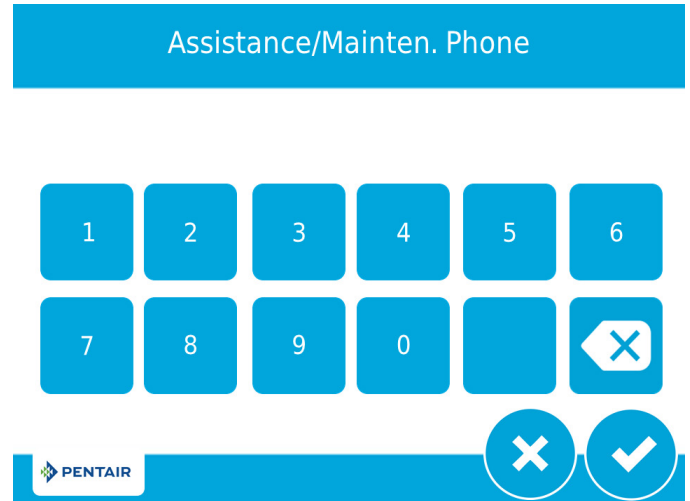

Figura 6 Pantalla Assistance Phone
3. Después de presionar , aparece la pantalla Assistance Phone (Teléfono de asistencia) (Figura 6).